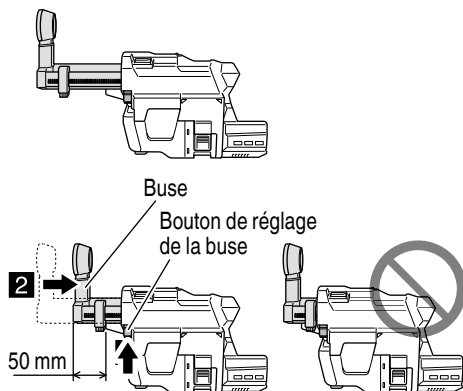

Fig. 20
- Lors du remisage du système d'extraction de poussière, appuyer sur le bouton d'ajustement de la buse afin de mettre la buse en position complètement déployée. Si le rangement est impossible avec la buse complètement déployée, la buse peut être raccourcie à environ la moitié de sa taille (Fig. 20). Si la buse est maintenue contractée à l'intérieur du système d'extraction de poussière, cela peut conduire à un affaiblissement de sa force de pression.